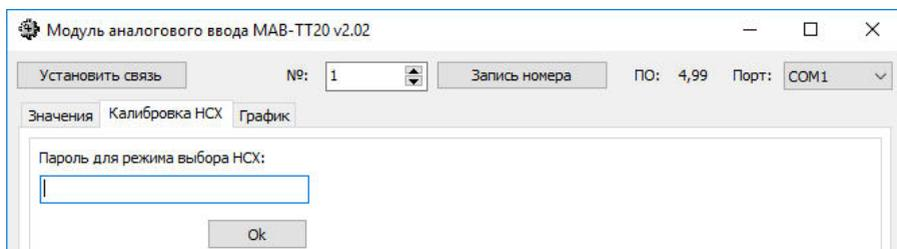

Рис.8. Вид вкладки «**Калибровка НСХ**».
3. Для выбора номинальной статической характеристики преобразования перейдите на вкладку «**Калибровка НСХ**». Окно программы примет вид, показанный на рис.8.